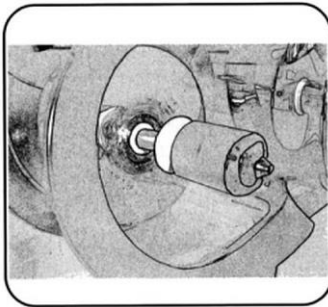

Рис. 36
8. Потім зволожити спіральні прокладки водою (рис. 36).